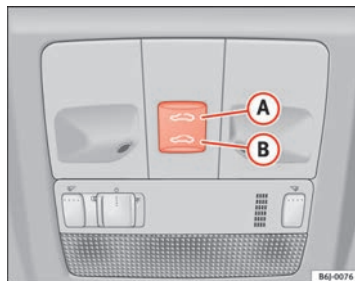

Fig. 52 Tettuccio panoramico / sollevabile
- Premere e tener premuto il pulsante **(B)** ⇒ fig. 52 ⇒ △: il tettuccio compie il movimento di chiusura fino che si rilascia il pulsante.